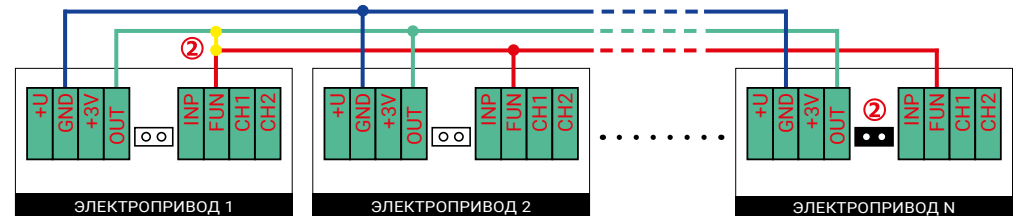

Рис. 2. Объединение в систему нескольких шаровых электроприводов из серий GIDROLOCK WINNER RADIO и GIDROLOCK WINNER
К основному устройству возможно подключение нескольких электроприводов (рис. 2).
ВНИМАНИЕ! В одном из электроприводов соедините между собой **клеммы OUT и FUN** или установите **джампер (2)** (рис. 2, фото 6).